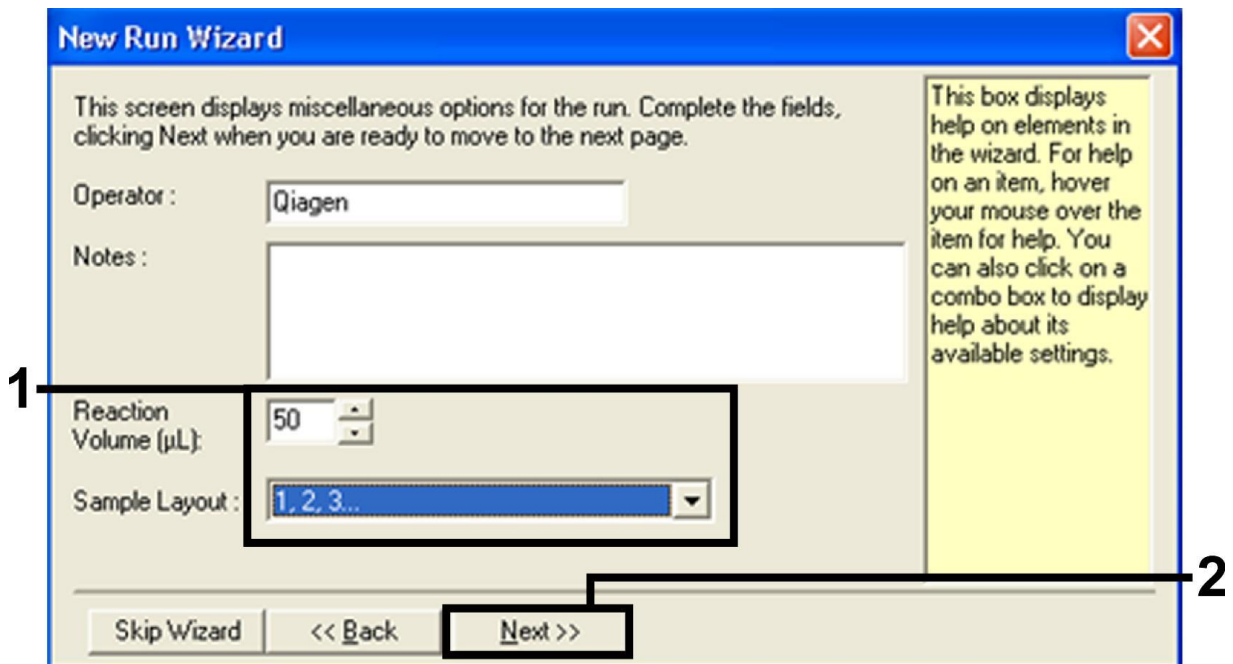

Figure 4. Définition des paramètres généraux d'analyse.
7. Sélectionner 50 pour le volume de réaction de la PCR et cliquer sur « Next » (Figure 4).